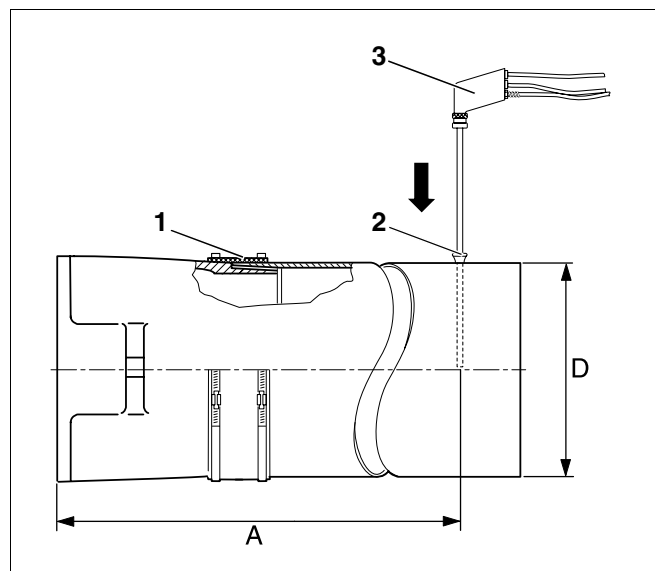

Рис. 11 Проведение замеров
Замеры производятся в дымовой трубе. Отверстие для замеров (муфта; рис. 11, поз. 2) должно находиться на расстоянии "А" (примерно 2 диаметра дымовой трубы "D") от патрубка дымовых газов (рис. 11). Если сразу после отопительного котла установлено колено для соединения с системой отвода дымовых газов, то замеры нужно производить до этого колена.
Мы рекомендуем установить уплотнительную манжету (рис. 11, поз. 1) для соединения котла с дымовой трубой.
- Опустить измерительный зонд (рис. 11, поз. 3, стр. 17) в центр потока (в середину трубы), здесь дымовые газы имеют наивысшую температуру.